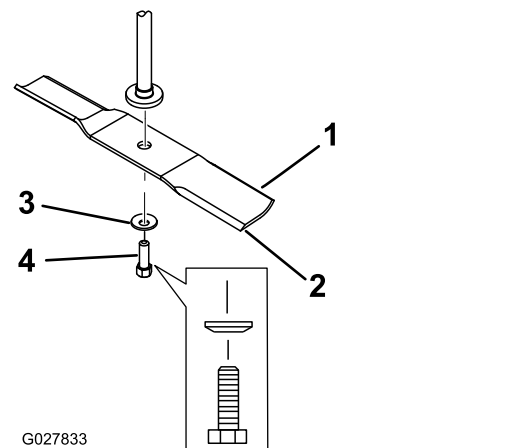

Figure 55
2. Enlevez de l'axe le boulon, la rondelle bombée et la lame (Figure 55).
1. Placez la lame sur l'axe (Figure 55).
2. Montez la rondelle bombée (face concave vers la lame) et le boulon de lame (Figure 55).